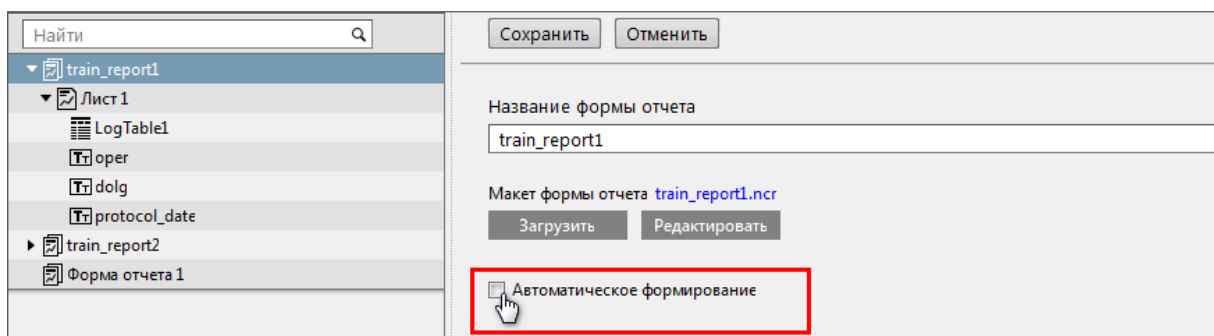

Рисунок 335 - Автоматическое формирование
6. На вкладке **Отчеты** у выбранного для автоматической отправки отчета выделите **Автоматическое формирование** (Рисунок 335).